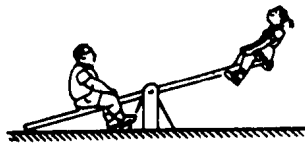

图 9-6
1. 胖娃和小女孩玩跷跷板,胖娃为什么不坐在跷跷板的端点(图9-6)?